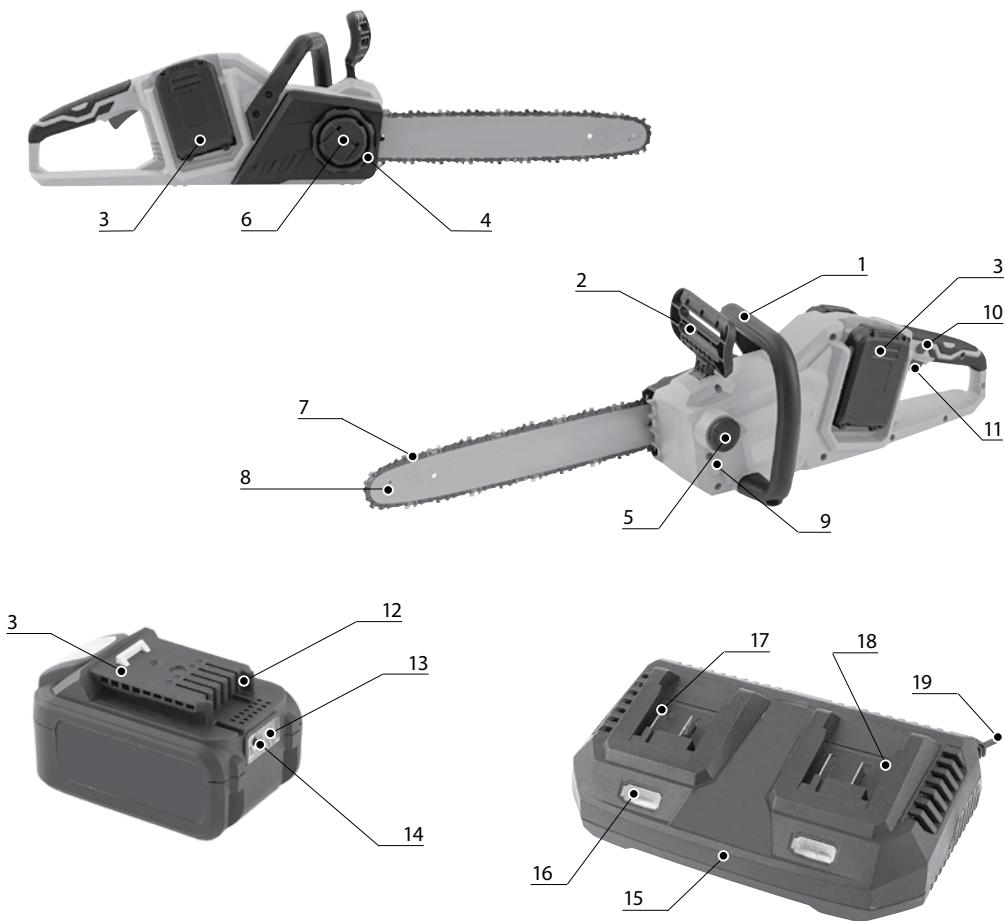

Рис. 3
2. Вытащите прижимную ручку 6 (рис. 3) и открутите защитный щиток (рис. 4).
Для запуска инструмента установите АКБ, нажмите кнопку блокировки 10 (рис. 3) и, не отпуская ее, нажмите на рычаг выключателя 11 (рис. 3).